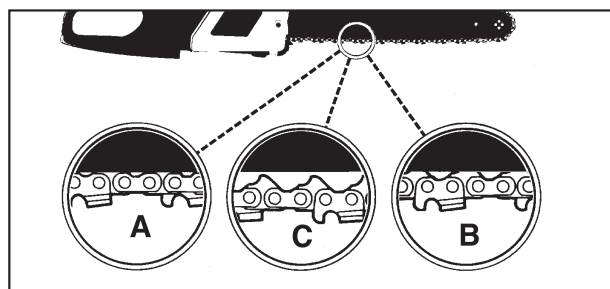

Рис. 6
если цепь натянута СЛИШКОМ СЛАБО или СЛИШКОМ СИЛЬНО, то звездочка, шина и подшипники коленчатого вала будут изнашиваться быстрее. На Рис. 6 показано правильное холодное натяжение (A), теплое натяжение (B) и случай, когда требуется подтяжка цепи (C).